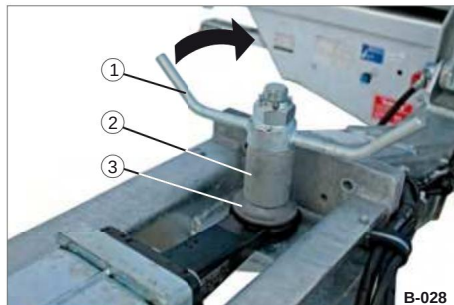

Fig. 25 Fastgør D40-trækøjet øverst
• Indsæt skivestøtten (fig. 25/3), afstandsstykket (Fig. 25/2) ovenfra på fastgørelsesskruen på trækstangen (Abb. 24/3).
• Skru vingemøtrikken (fig. 25/1) på fastgørelsesskruen.